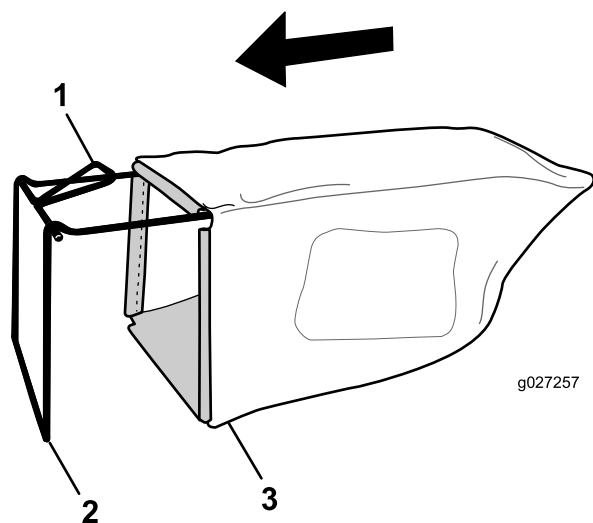

Рисунок 8
1. Установите травосборник на раму, как показано на Рисунок 8.
Примечание: Не надевайте травосборник на рукоятку (Рисунок 8).